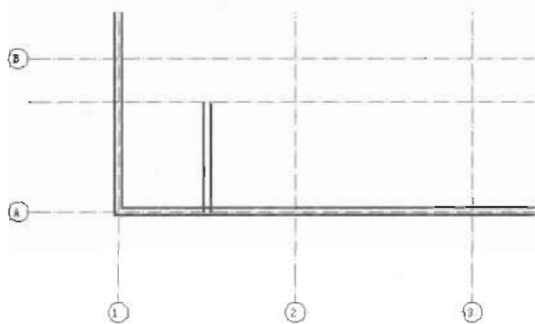

图 5-145
指定下一点或 [放弃 (U)]: ✓ //结果如图 5-145 所示